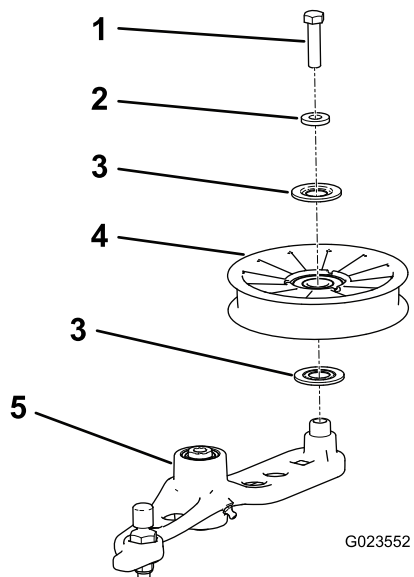

Рисунок 58
- Выверните болт крепления старого натяжного ролика к рычагу натяжителя и установите новый ролик (Рисунок 58).